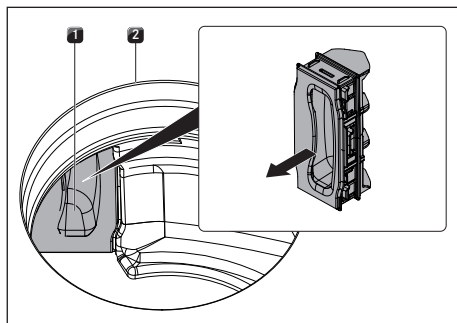

Fig. 8.4 Rimuovere la valvola di sostituzione del filtro
- ▶ Tirare all'interno dell'apertura immissione aria la valvola di sostituzione del filtro dall'apertura della cassetta del filtro (per rimuovere la valvola di sostituzione del filtro vedi fig. 8.4).